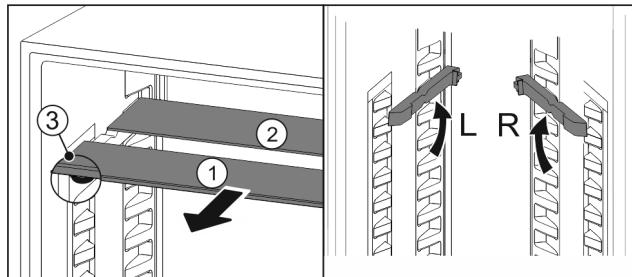

Fig. 85
- По одной извлеките Fig. 85 (1) стеклянные панели движением вперед.
- Стеклянная панель Fig. 85 (1) с декоративной планкой лежит спереди.
- Стопоры Fig. 85 (3) показывают вниз.